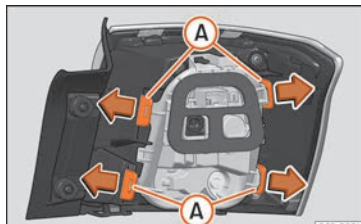

Abb. 108 Befestigungslaschen Rückseite Heckleuchte.
7. Bauen Sie den Lampenträger aus, indem Sie die Befestigungslaschen »» **Abb. 108** **A** entriegeln.